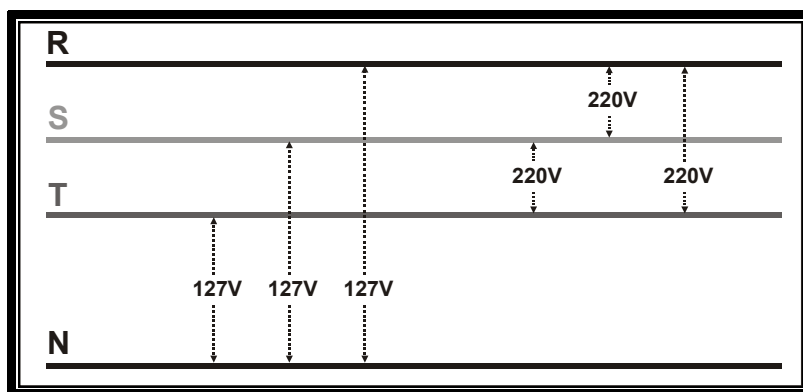

Figura 8 – Tensões 127V e 220V em Configuração de Rede 220V
os equipamentos que necessitam de tensão em 110V-127V utilizamos a tensão de fase, ou seja, entre fase e neutro. Para os equipamentos que necessitam tensão em 220V utilizaremos a tensão de linha, de fase para fase. A figura 8 exemplifica esta situação.
Na figura 8 temos as linhas de fase (R, S e T) e a linha de neutro (N), observe que os equipamentos que necessitam de tensão entre 110V e 127V deverão ser ligados entre uma das fases e o neutro (entre R e N, S e N ou T e N). Já os equipamentos que precisam de tensão de 220V devem ser ligados entre as fases (entre R e S, S e T ou T e R).